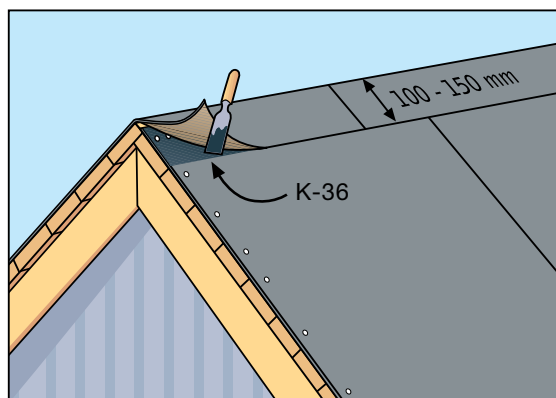

Bild 5
- Pånocken skärs underlagen från den första takytan vidnocken och den övre kanten spikas på plats. Underlaget från den andra takytan dras 150 mm övernocken och limmas ovanpå underlaget från den första taklutningen med Tätklister K-36 (bild 5).